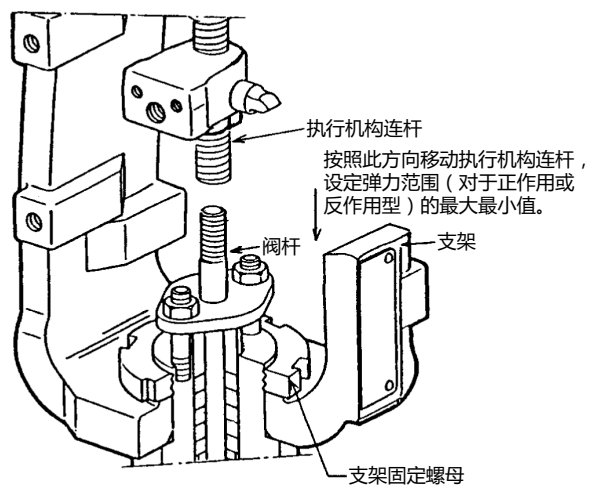

图 5-1
原则上, 膜片型控制阀无需调整。但是, 在解体检修等操作以后, 将执行机构组装到阀体上时必须调整行程。关于调整的详细说明, 请参阅图 4-3、图 5-1 然后执行以下步骤。
- (4) 根据铭牌上标注的弹簧范围, 将最大气压加入到执行机构中。
- (5) 将气压增加到供给压力, 然后查看执行机构连杆是否相应移动 1-2mm。(该移动距离表示行程的容许量。)
- (6) 先减少一次气压。然后再朝着增大方向将气压增大到弹簧范围中的最大值。
- (7) 在上述状态下, 使执行机构连杆与阀杆处在一条直线上, 将阀杆接头的螺纹与执行机构连杆的螺纹及阀杆的螺纹相咬合然后牢牢拧紧阀杆接头的固定螺栓。(参见图 5-1。)
- (4) 根据铭牌上标注的弹簧范围, 将最小气压加入到执行机构中, 然后检查执行机构连杆是否相应地移动 1-2mm。
- (5) 先增大一次气压。然后再朝着减小方向将气压减小到弹簧范围中的最小值。
- (6) 执行与“对于正作用型”中项目 (7) 中相同的操作。(参见图 5-1。)